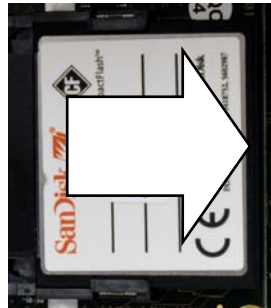

Figura 3-47: Extracción de la tarjeta CF
5. Instale los tornillos para asegurar la tarjeta ETX a la PCB principal. Dos de estos tornillos también aseguran la guía inferior de la tarjeta. Esta barra es asimétrica, y debe montarse en la orientación indicada en la Figura 3-47. Observe que el extremo más largo está orientado hacia la batería de la PCB principal.
Para retirar una tarjeta CF de la tarjeta ETX, sujete los lados de la tarjeta CF y deslícela con cuidado fuera de la ranura, en la dirección que se indica en la Figura 3-47. Puede ser necesario mover la tarjeta suavemente de lado a lado para separarla.
Observe que la Figura 3-47 y la Figura 3-48 muestran la tarjeta CF en la misma orientación que en la Figura 3-39.